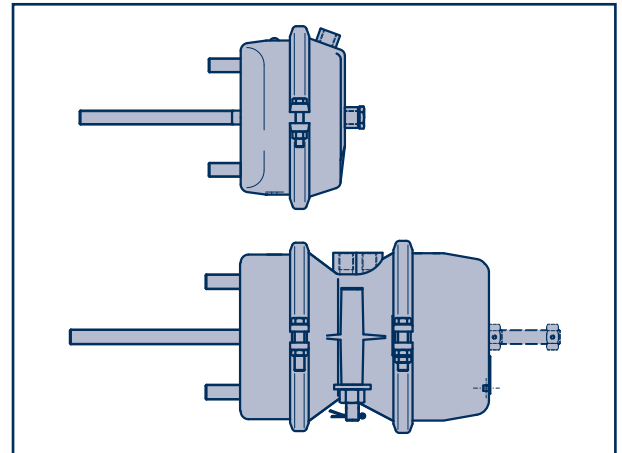

Fig. 1
- [14] Kunststoffkappe (3, siehe Fig. 1) aufdrücken.
[14] Fit plastic cap (3, see fig. 1).
[14] Monter la calotte en plastique (3, voir fig. 1).